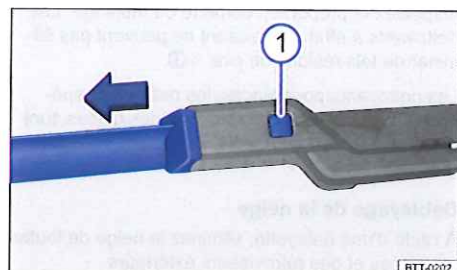

Fig. 198 Remplacement des balais d'essuie-glace avant.
- Maintenez la touche de déverrouillage ⇒ fig. 198 ① enfoncée et retirez simultanément le balai d'essuie-glace dans le sens de la flèche.